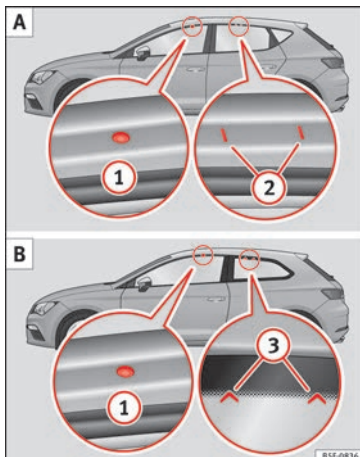

Fig. 187 Leon/Leon SC : points de fixation des barres longitudinales pour la galerie porte-bagages du toit.
Les points de fixation avant et arrière ① et ② peuvent uniquement se voir avec les portes ouvertes » **fig. 187 A**.
Les points de fixation avant ① sont uniquement visibles lorsque les portes sont ouvertes. Les points de fixation arrière ③ sont marqués sur le bord supérieur de la vitre latérale avec les pointes de flèche » fig. 187 B.